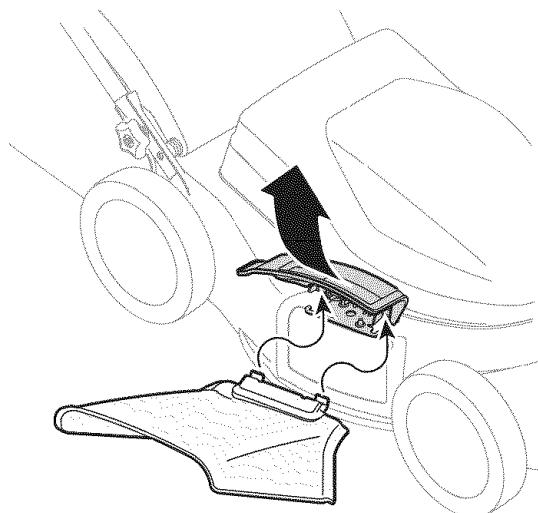

Figura 5
- Deslice los dos ganchos del canal de descarga lateral debajo del pasador en el montaje de la clavija para abono y baje la clavija para abono lateral. Vea la Figura 5.